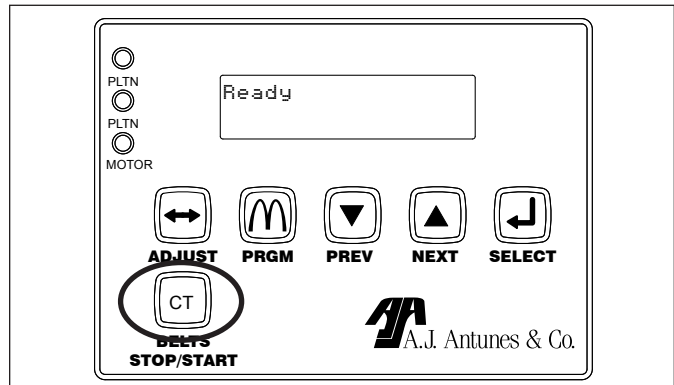
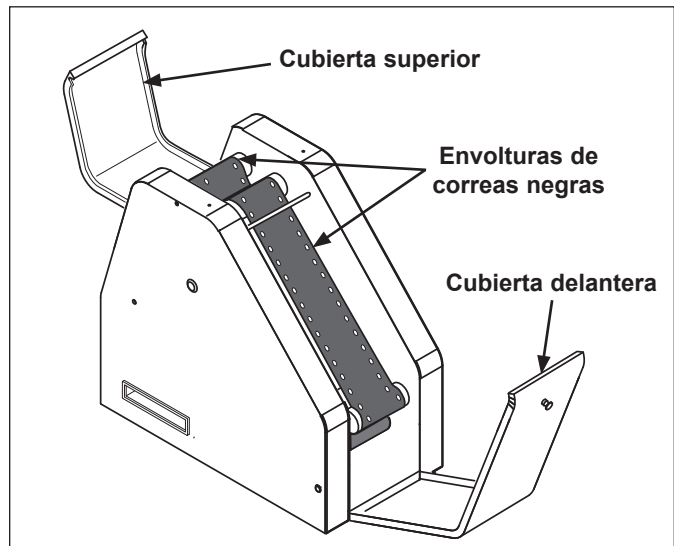

Figura 7. Botón de inicio/parada de correas (Botón CT)
Figura 8. Acceso a las envolturas de correas
NOTA: Las envolturas de correas continuarán girando durante el periodo de enfriamiento. Esto es normal. Será necesario detener las correas para limpiarlas. Para hacerlo, oprima el botón BELTS START/STOP [inicio/parada correas]. Oprima de nuevo el botón BELTS START/STOP [inicio/parada correas] para reanudar la rotación de correas (Figura 7).
1. Abra la cubierta delantera y la cubierta superior (Figura 8). Oprima  (Figura 7) para impedir provisoriamente que giren las envolturas de correas.
5. Abra la cubierta delantera y la cubierta superior (Figura 8).